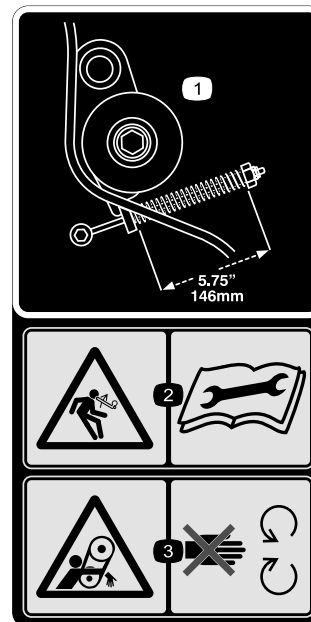

Bild 33
- Drücken Sie die Spanscheibenfeder auf eine Länge von 146 mm zusammen, um zu prüfen, ob die Riemenspannung richtig ist (Bild 33).